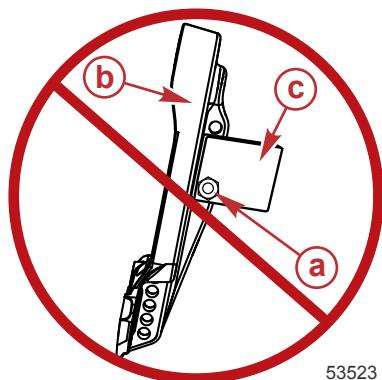

Abbildung 3
- Keine Zubehörteile mit den Motorbefestigungsteilen am Boot befestigen. Siehe Abbildung 3.